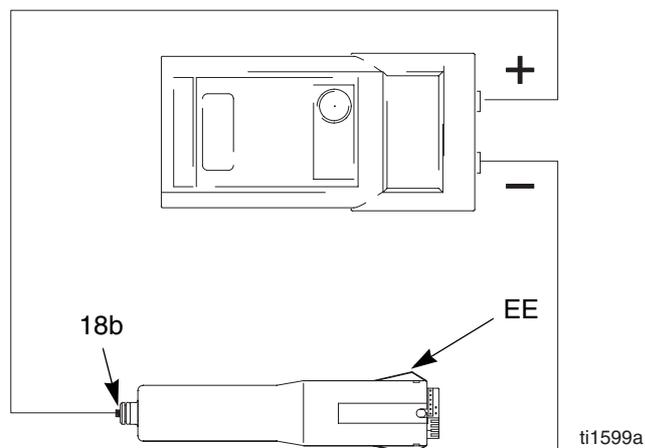

Abb. 7. Widerstand des Spannungserzeugers überprüfen
1. Hochspannungserzeuger (18) ausbauen; siehe Seite 30.
2. Turbinengenerator (19) vom Hochspannungserzeuger abnehmen; siehe Seite 31.
3. Den Widerstand zwischen den Erdungstreifen (EE) des Hochspannungserzeugers und der Feder (18b) messen. Siehe Abb. 7.